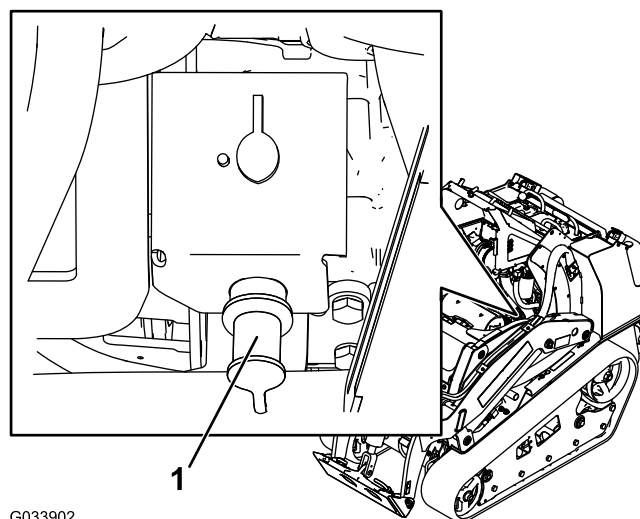

Bild 51
2. Nehmen Sie die Abdeckung vom Starthilfepol ab (Bild 51).
3. Schließen Sie ein Ende des positiven Starthilfekabels (+) am Starthilfepol an (Bild 51).